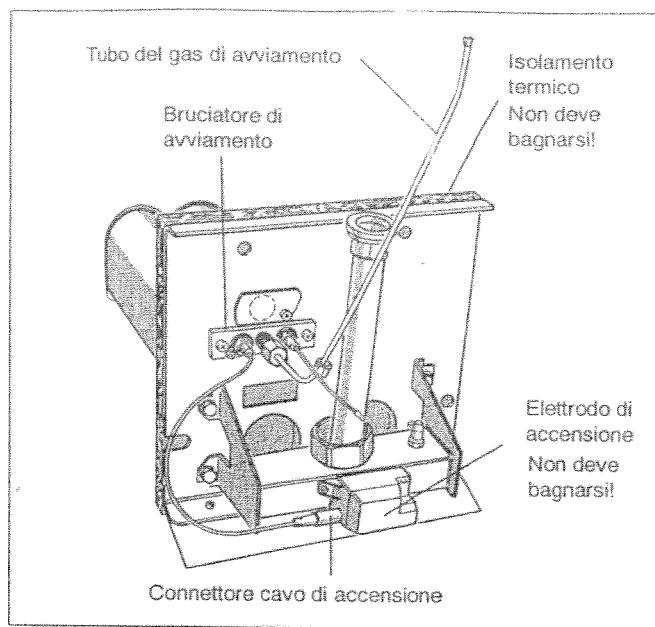

Fig. 46: Bruciatore a gas
- Allentare il connettore del cavo di accensione in corrispondenza dell'elettrodo di accensione (Fig. 46).
- Allentare la linea del gas di avviamento sul bruciatore di avviamento (Fig. 46).
- Allentare entrambe le viti sul bruciatore di avviamento ed estrarre con cautela il bruciatore di avviamento (Fig. 46).
- Immergere in acqua e spazzolare le torcie del bruciatore. Durante questa operazione prestare attenzione a non bagnare l'isolamento termico dello schermo di protezione del bruciatore e l'elettrodo di accensione! Eventualmente svitare l'elettrodo di accensione (Fig. 46).